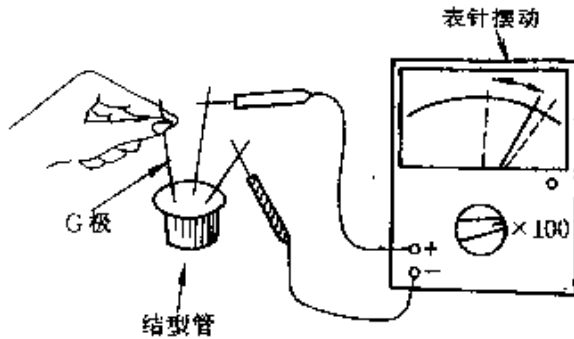

图 2-243
③ 估测结型场效应管的放大能力:将万用表置于“R × 100”挡,两表笔分别接漏极 D 和源极 S,然后用手捏住栅极 G(注入人体感应电压),表针应向左或向右摆动,如图 2-243 所示。表针摆动幅度越大说明场效应管的放大能力越大。如果表针不动,说明该管已坏。